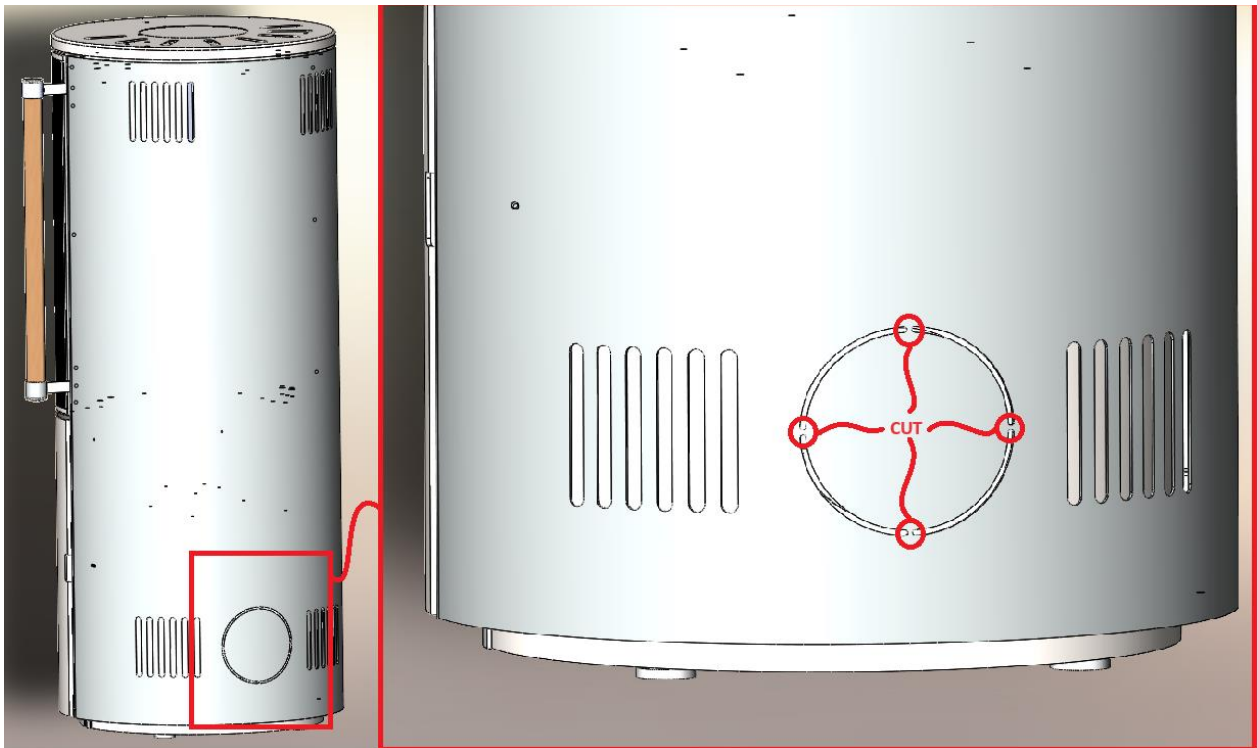

Figur 1 Schneiden vu Mikroverbindungen
2. Figur 1 Schneiden vu Mikroverbindungen	Säit 5
All lokal Reglementer, och déi betreffend national an europäesch Normen, müssen bei der Installatioun agehale ginn. Mir recommandéieren Iech, Äre lokale Schornsteinfeger ze konsultéieren. D'Uewen ginn op Transportpaletten geliwwert a si fir den Uschloss vun uewen un de Kamäin virbereet. Ier den Uewen un de Kamäin ugeschloss gëtt, muss d'Ofdeckung vum Ofzuchsrouer um Uewen ewechgeholl ginn (Figur 1).